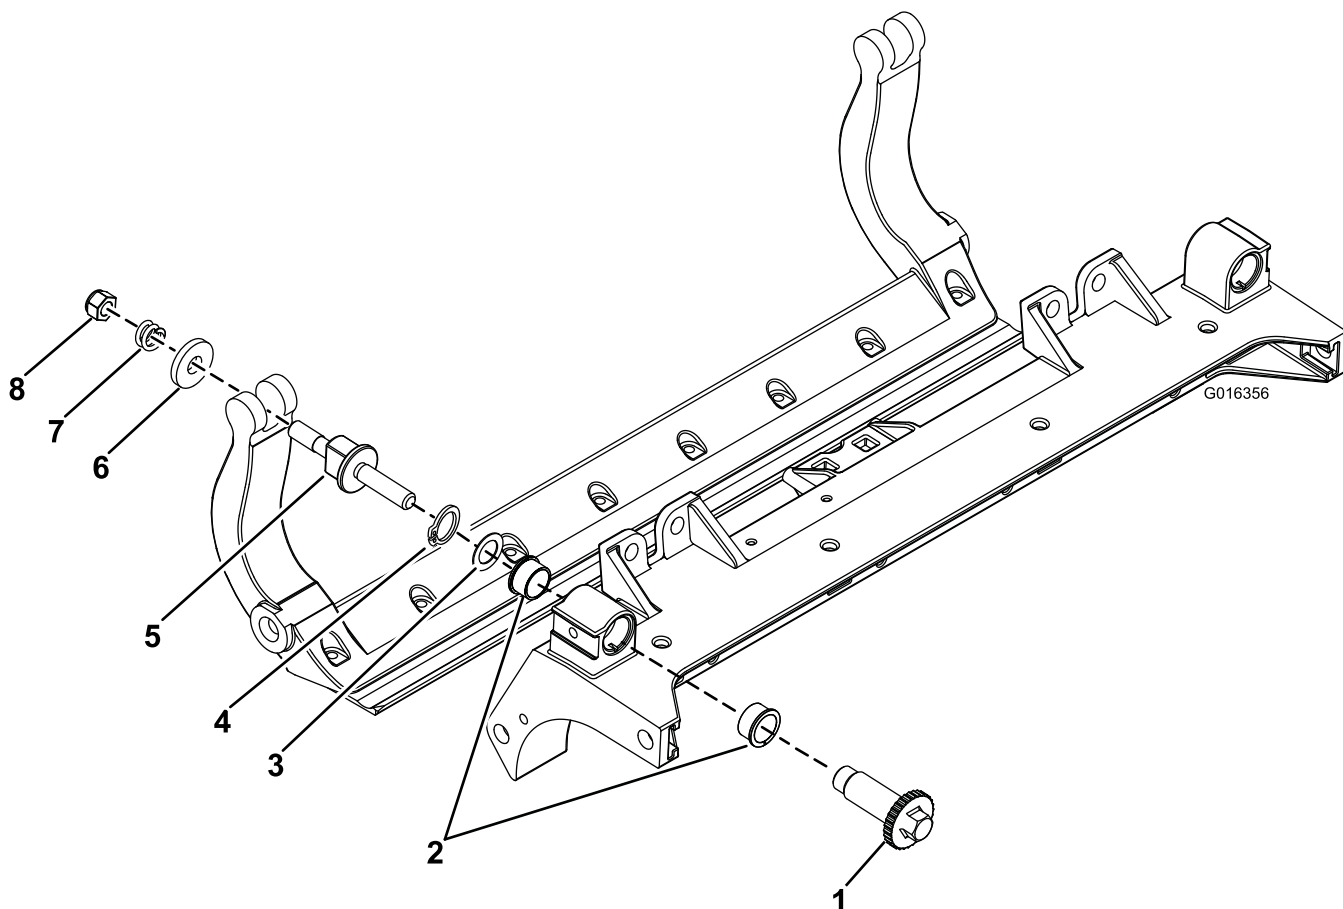

図 4
4. ベッドバー調整ねじから、スプリングテンションナット、圧縮スプリング、ワッシャを抜き取る (図 4)。
7. ベッドバー調整ねじからベッドバーアジャスタのシャフトを抜き取る（図 4）。ベッドバーアジャスタのシャフトは左ねじである。
8. アジャスタのシャフトからリテーナリングとウェーブワッシャを外し、アジャスタシャフトをカッティングユニットのフレームから抜き出す（図 4）。
9. カッティングユニットのセンターフレームからフランジブッシュを抜き取る（図 4）。